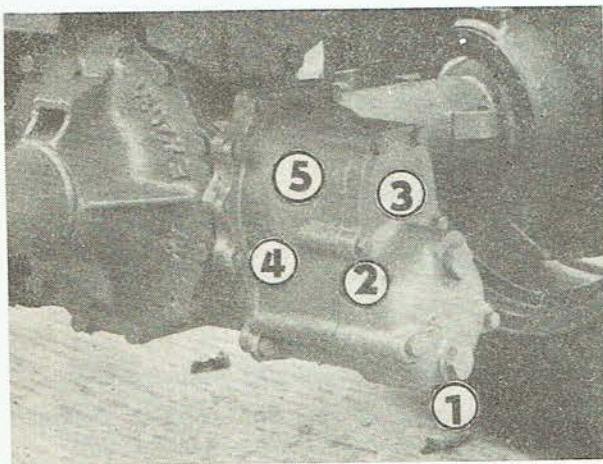

Abb. 164
1. Das Öl ist durch Ausschrauben der Ablassschraube M 20×1,5 (Abb. 164/1) aus der Abdeckung des Deckels abzulassen.
2. Sechs Schrauben M 8 (Abb. 164/2) sind aus der Abdeckung des Deckels auszuschrauben und die Deckelabdeckung (Abb. 164/3) ist abzunehmen.
4. Acht Schrauben M 8 (Abb. 164/4) sind aus dem Vorderdeckel auszuschrauben. Der Vorderdeckel (Abb. 164/5) ist abzunehmen.